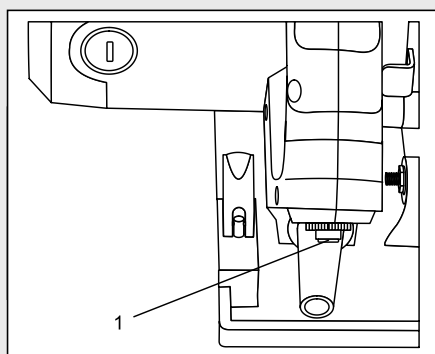

Fig. 14
Lorsque le disjoncteur éteint l'outil, le bouton de surcharge (1) se déclenchera automatiquement (Fig. 14). Si cela se produit, attendez environ une minute et appuyez sur le disjoncteur. Une fois réenclenché, l'outil fonctionnera normalement.